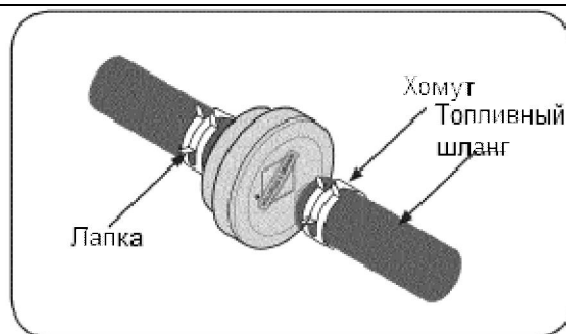

Рис. 11
1. Используйте плоскогубцы для сжатия лапок на каждом другом хомуте (со стороны выхода фильтра), затем скользя вдоль шланга, отведите хомут от фильтра. Покручивая и тянув, снимите топливный шланг с топливного фильтра. См. Рис. 11.